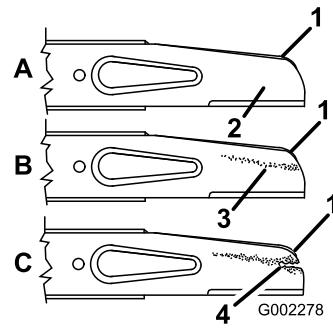

Figure 26
8. Avec les doigts, appliquez de l'huile sur le joint du filtre neuf (Figure 26).
2. Enlevez le boulon de lame, la rondelle de blocage et l'accélérateur et la lame (Figure 26).